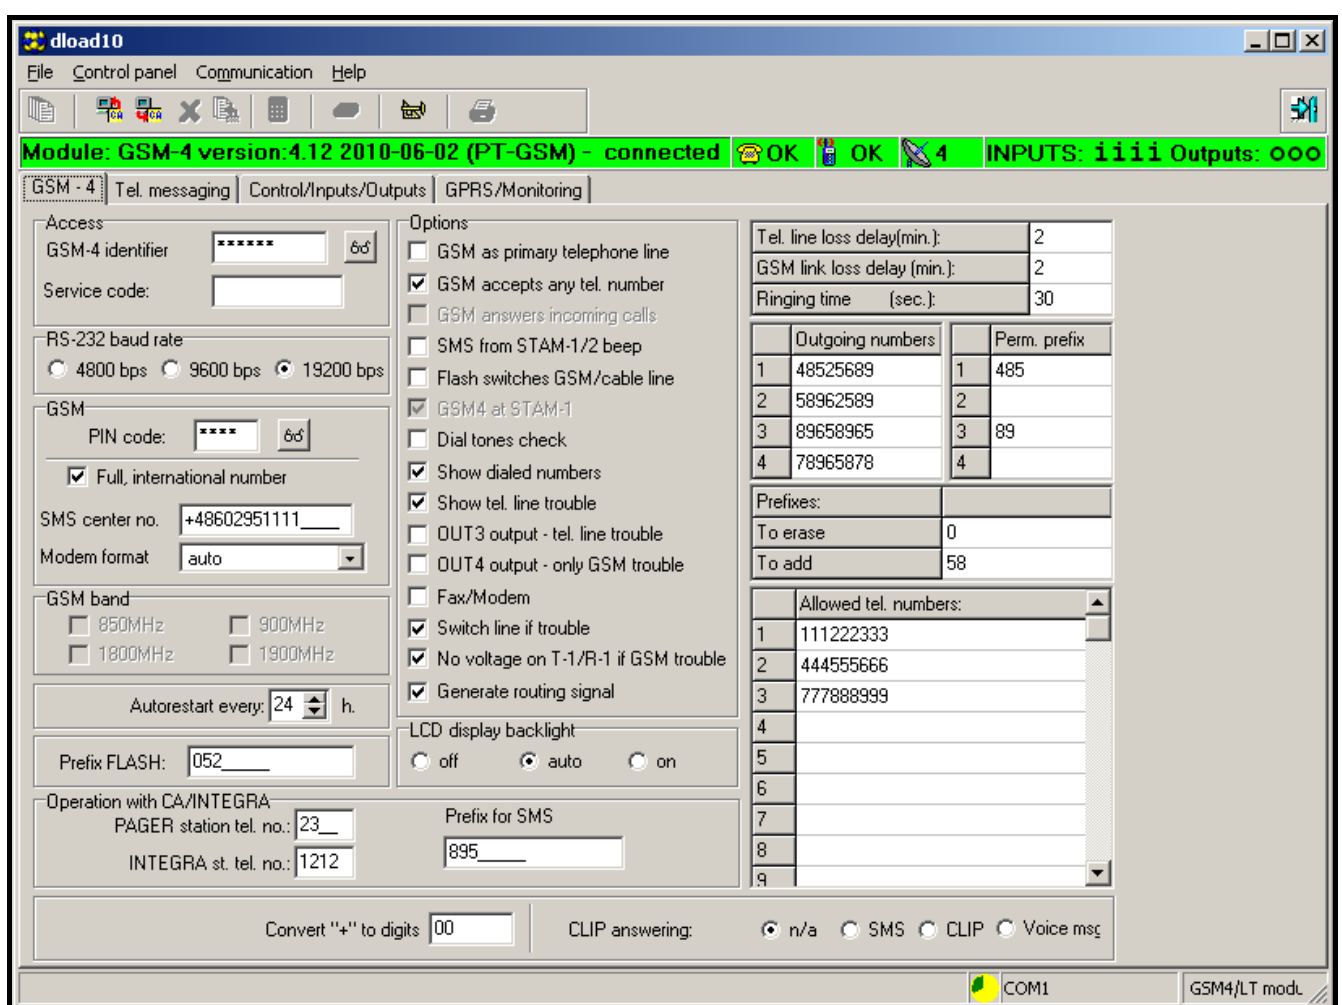

Figure 11.
4. Saisir le code de DOWNLOADING (programmé dans le module par la fonction de service **Ident. GSM-4** – voir : la figure 11). Le code par défaut (AAAAAA) n'est pas programmé dans le module GSM-4.